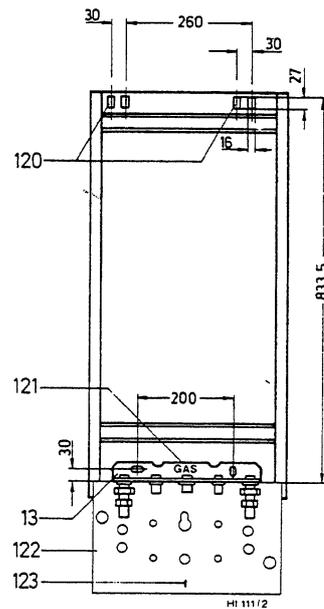

Fig. 2
Per un montaggio regolare di tutte le tubazioni e relativi accessori su una parete piastrellata o intonacata. Nell'esecuzione sotto intonaco la dima (122), fig. 2, n. ordinazione 8 719 918 020 viene usata per premontare i raccordi delle tubazioni. Negli apparecchi a gas liquido praticare fori G di 12 mm. Prima di installare gli accessori e la piastra di allacciamento togliere la dima. Le guarnizioni anulari rimangono appese in basso sull'apparecchio. Le
Fissare le viti di sostegno dell'apparecchio nei punti indicati nella fig. 2. Le viti (6 x 70 mm) sono accluse alla confezione.